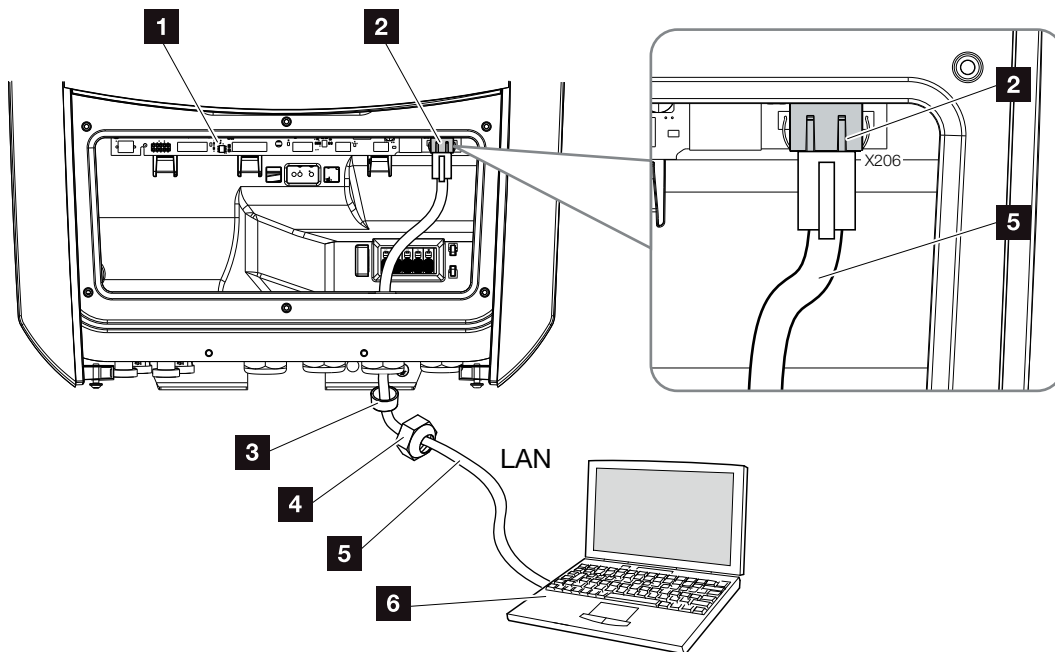

Bild 32: Anslut växelriktaren till datorn med Ethernet-kabeln
3. Anslut Ethernet-kabeln till LAN-gränssnittet på Smart Communication Board. **🔧 Bild 32, Pos. 2**